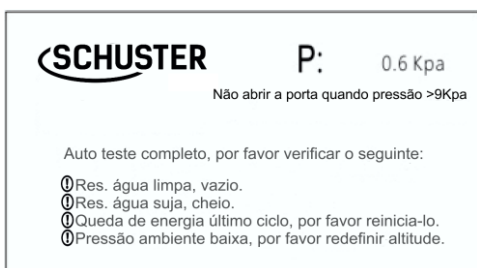
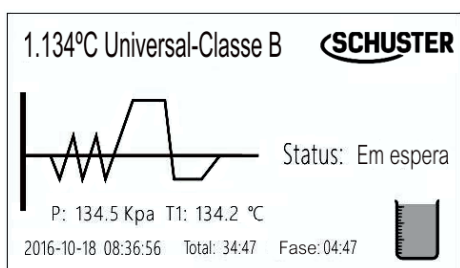
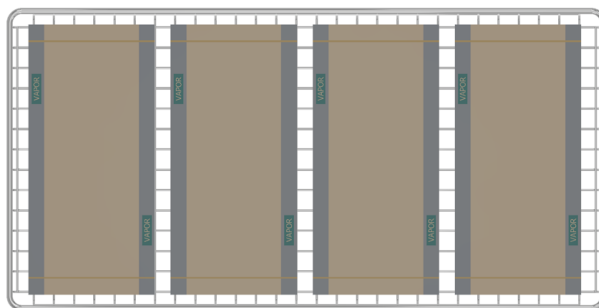
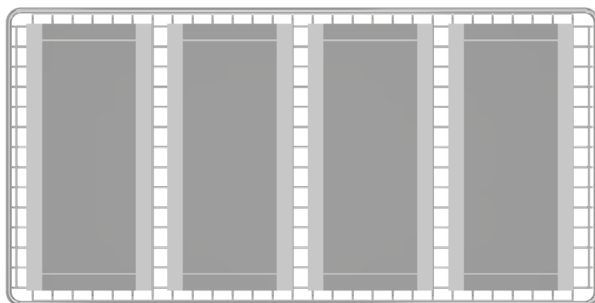

Fig. 6
Fig. 7
Fig. 8
Fig. 9
Após o desbloqueio com sucesso, a mesma apresentará a imagem da Fig. 5 pedindo para desligar e ligar novamente a autoclave. Após o reinício será realizado o auto teste (Fig.6), com orientações de como corrigir, caso encontre alguma questão a qual implique no início do funcionamento do equipamento. Nesta situação, pressionar o botão confirmar/início  para acessar o primeiro programa (Fig.7).
- Verificar, também, se o sistema apresenta o aviso sonoro e visual no visor LCD de reservatório de água utilizada cheio (Tab.2), caso positivo, será necessário fazer a drenagem conforme sub item 9.3 do item Manutenção;
- Na tela principal (Fig.7), pressionar o botão voltar/menu  para ir ao menu seleção de ciclos (Fig.8). Nesta tela poderão ser escolhidos um dos 7 programas disponíveis. Utilizar os botões de seleção inferior  ou superior  para navegar entre as opções. Escolher o ciclo conforme o tipo de esterilização, e ao final, pressionar o botão confirmar/início  para ativar o ciclo escolhido. Pressionar mais uma vez o botão confirmar/início  para iniciar o funcionamento da autoclave;
- No menu de seleção de ciclos (Fig.8), ainda, é possível pressionar o botão voltar/menu  para acessar o menu principal da autoclave (Fig.9). Nesta tela poderão ser escolhidas 3 opções (**Selecionar ciclo – primeiro ícone / Configurar equipamento – segundo ícone / Inspeccionar equipamento – terceiro ícone**). Utilizar os botões de seleção para navegar entre ícones e confirmar para acessar cada opção.
• Estando na tela do primeiro programa (Fig.7), acessar o menu seleção de ciclos (Fig.10), pressionando o botão voltar/menu  uma vez. Ao localizar o ciclo desejado, navegar até ele e pressionar o botão confirmar/início , com isso, a autoclave estará pronta para iniciar o processo de esterilização. Pressionar mais uma vez o botão confirmar/início , que iniciará o funcionamento da mesma.